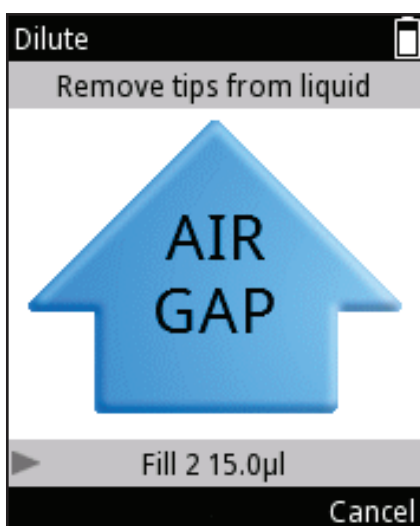

Figura D26.
4. Rimuovere i puntali dal liquido. Sul display compare "Air gap" (Cuscinetto d'aria) (Figura D26).